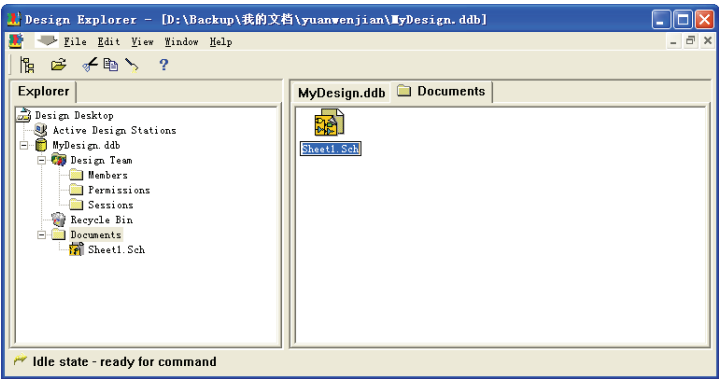
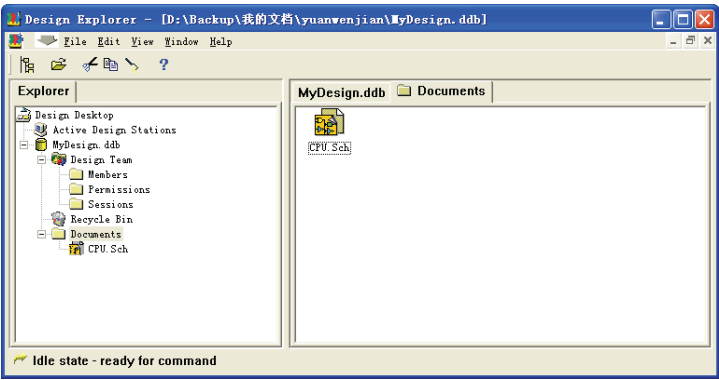

图 4-15 建立原理图文档
图 4-16 原理图编辑环境
(8) 执行“Rename”命令，选中的文件上显示矩形框，可在改矩形框中修改文件名称，同时也可直接修改文件名称，单击文件名“Sheet1.Sch”，如图 4-15 所示，出现闪动的光标后将其重命名为“CPU.Sch”，进入原理图设计界面，如图 4-16 所示。